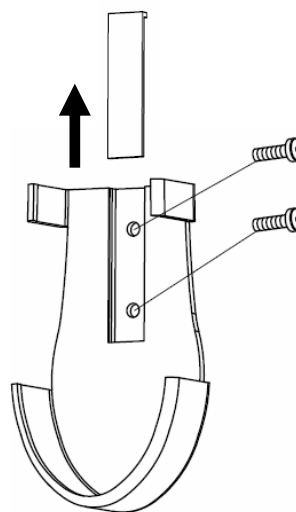

Abb. 14a
- Entfernen Sie die Schraubenabdeckung und montieren Sie die Halterung mithilfe der zwei Schrauben. Befestigen Sie die Schraubenabdeckung wieder. (Abb. 14a)